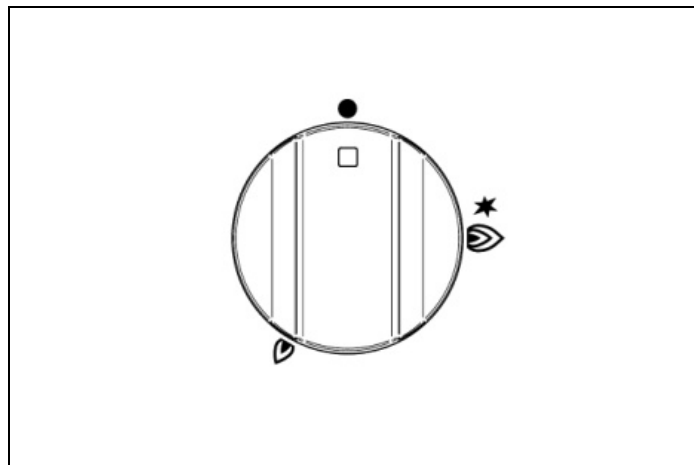
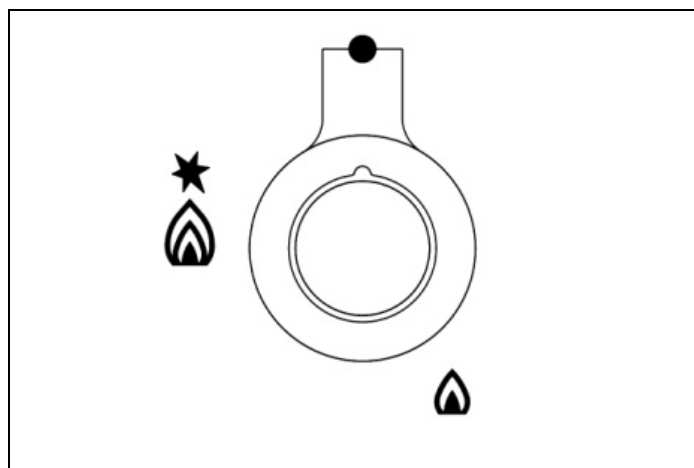

Fig. 16
Fig. 17
- Pour allumer le brûleur, appuyer sur le bouton de contrôle (Fig. 16 et Fig. 17) et le tourner dans le sens inverse des aiguilles d'une montre, jusqu'à la position MAXIMUM (grande flamme).